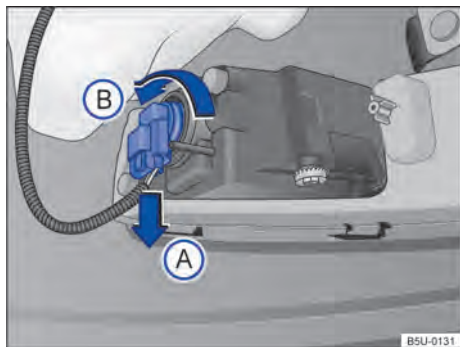

Fig. 185 Detrás del paragolpes delantero: acceso a la lámpara incandescente del farol de neblina.
2. Desencajar el conector de alimentación de la lámpara → fig. 185 en el sentido de la flecha (A), y presionar, al mismo tiempo, la traba de fijación del conector.
3. Girar el portalámparas → fig. 185, en el sentido antihorario de la flecha (B), y desencajarlo del alojamiento.